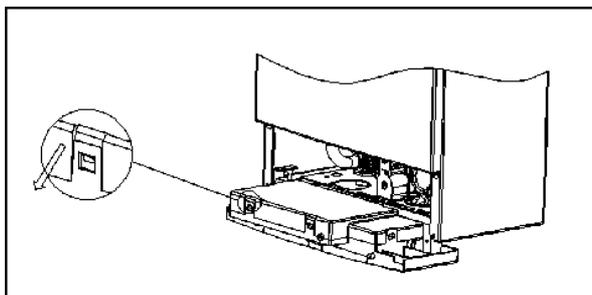

Рис.19
- > освободите защелки с четырех сторон (рис. 19)